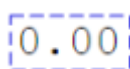

Рис. 267 – Пример элемента «Динамический текст»
- **Добавить динамический текст** - . По нажатию данной кнопки на мнемосхему будет добавлен элемент **динамический текст**. Используется для отображения значения привязанного параметра (Рис. 267);